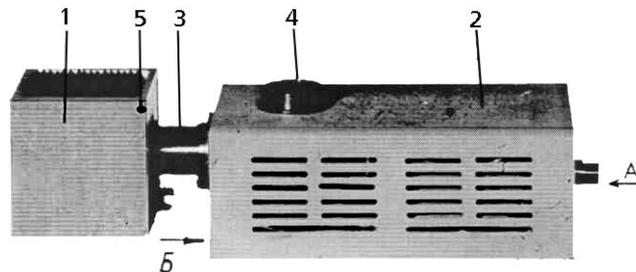

Рис. 4 – Блок осветителя.
**Б (см. рис. 4)**
**А (см. рис. 4)**
4.3.2 Блок осветителя состоит из двух основных узлов: осветителя 1 (рис. 4) и блока питания 2, жестко связанных трубкой 3. Внутри корпуса осветителя находится лампа и зеркальный отражатель. Внутри трубки 3 находится конденсор и зеркало, направляющее свет от лампы вверх через отверстие посадочной втулки 4 блока питания. Блок питания состоит из кожуха и П-образного шасси 7 (рис. 5), внутри которого располагаются плата с ЭРЭ и трансформатор. На передней стенке шасси располагается переключатель “ВКЛ” 5 (рис. 5) и ручка управления яркости 6. На задней стенке располагается держатель вставки плавкой 1 (рис. 5), клемма заземления 2, кабель с вилкой для подключения к сети 3. Шасси имеет ножки 4.
установить биологический микроскоп на посадочную втулку 4 (рис. 4) блока питания, снять с микроскопа окуляр;
При замене лампы осветителя необходимо ее отъюстировать. Юстировку лампы производить с помощью насадки (рис. 6) из комплекта прибора. Насадку установить матовым стеклом вверх на поверхности стола. Отвернуть винты 5 (рис. 4) и снять кожух 1. Заменить перегоревшую лампу. Включить тумблер 5 (рис. 5) и пользоваться подвижками лампы, выставить на резкость два изображения нити накала (действительное и отраженное) в центре матового стекла.